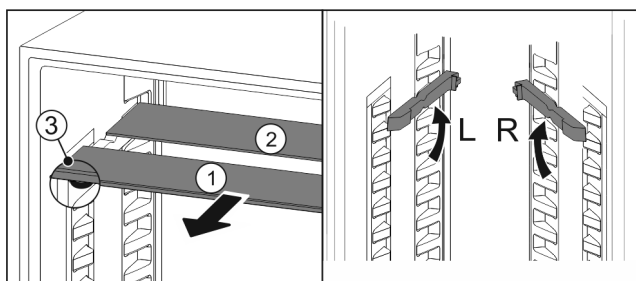

Fig. 25
- ▶ Skleněné desky jednotlivě vytáhněte dopředu Fig. 25 (1).
- ▷ Skleněná deska Fig. 25 (1) s ozdobnou lištou leží vpředu.
- ▷ Zarážky Fig. 25 (3) směřují dolů.